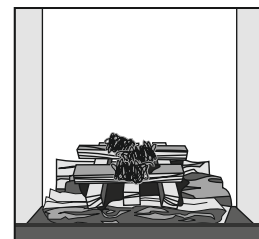

Fig. 2:
**INSERISCA I CIOCCHI DI LEGNA NELLA CAMERA DI COMBUSTIONE E SISTEMI IL MODULO DI ACCENSIONE SULLA PILA DI LEGNA DA ARDERE (FIG. 2).**
Sistemi dapprima i ciocchi di legna per lungo sulla base della camera di combustione. Non superi la quantità di legna massima (capitolo 2.3 delle istruzioni per l'uso generali). È importante rispettare un'adeguata distanza tra i ciocchi di legna. La distanza ottimale è di circa 1 centimetro. Collocare quindi il modulo di accensione sopra la legna da ardere, in modo che i ciocchi nella parte inferiore del modulo di accensione siano disposti trasversalmente rispetto ai ciocchi superiori della legna da ardere (fig. 2).